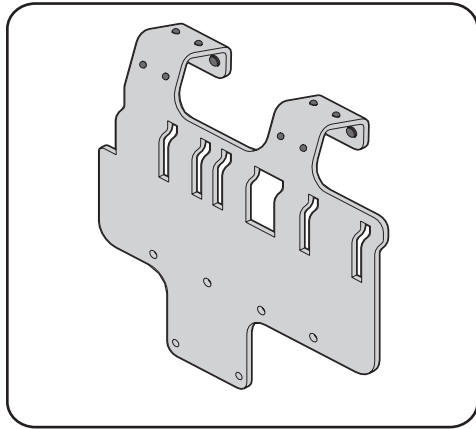

Figura 4-1
1. Coloque las 12 almohadillas de caucho (735-05938) en el soporte adaptador (789-02277) utilizando los orificios de montaje que se muestran en la Figura 4-1.